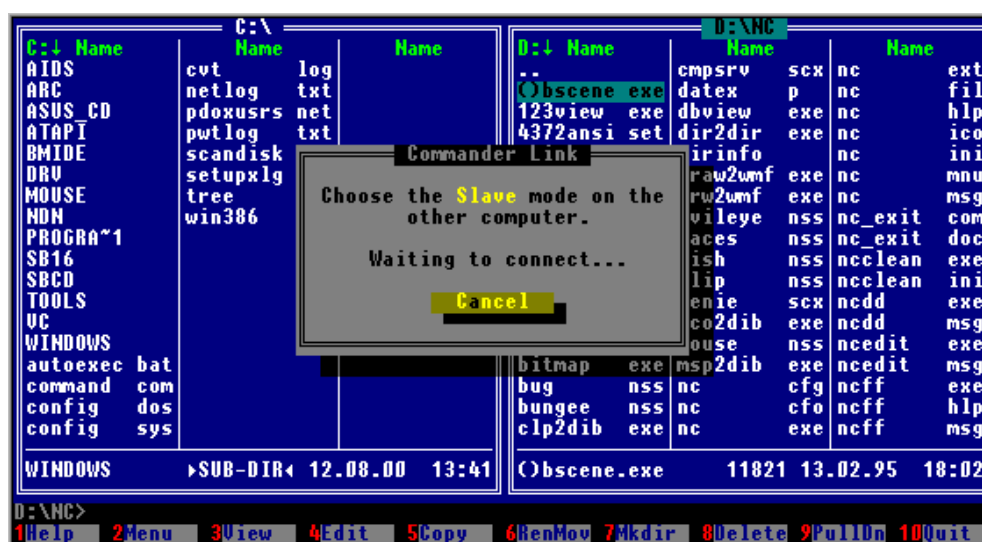

Рис. 8.2. Процесс установления связи между компьютерами
5. После того как будет установлен режим связи для одного компьютера, программа Commander Link предложит установить противоположный режим на другом и ждать установления связи (рис. 8.2).